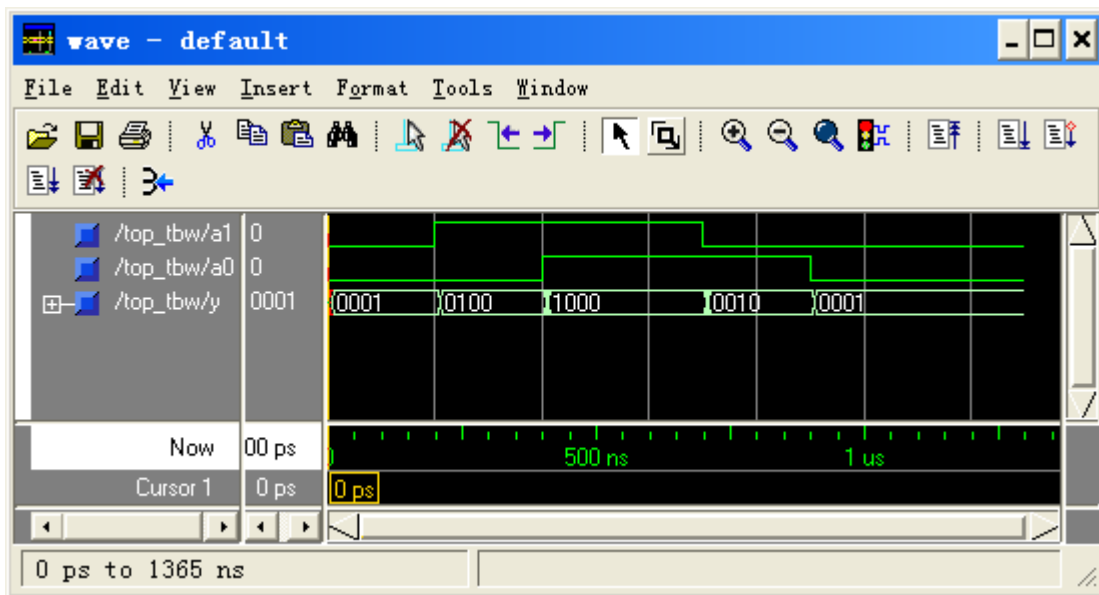

图 10-3-4 使用 ModelSim 进行仿真的波形
- 5、 接下来我们就要运行仿真以生成 VCD 文件，方法是双击 Simulate Post-Place & Route VHDL Model，这时候会自动运行 ModelSim，并打开了仿真波形如图 10-3-4 所示，注意这里的仿真需要一些 Xilinx 提供的仿真库，在 ModelSimXE 版本中包括了这些库，如果使用 ModelSimSE 等版本需要首先编译这些库文件，我们退出 ModelSim；